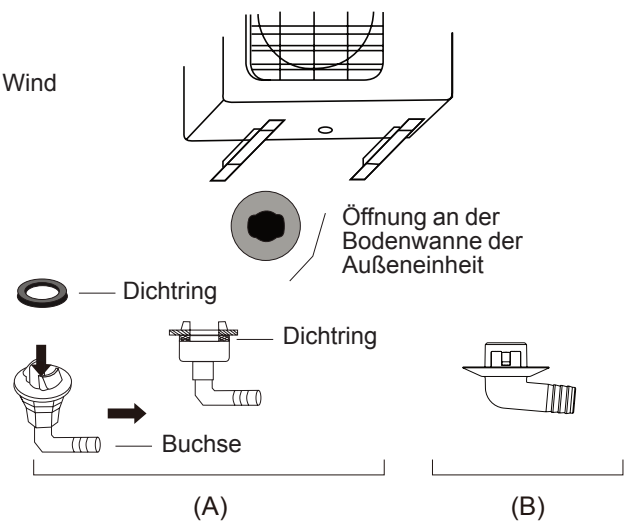

Abb. 5.4
**Wenn die Verbindung eine Gummidichtung hat** (siehe Abb. 5.4.-A), gehen Sie wie folgt vor:
**Wenn die Ablaufbuchse keine Gummidichtung hat** (siehe Abb. 5.4 -B), gehen Sie wie folgt vor: